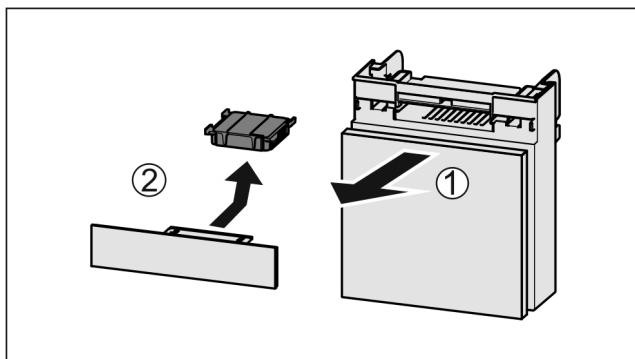

Fig. 66
- Extraire le compartiment par l'avant Fig. 66 (1).
- Sortir le filtre à charbon actif Fig. 66 (2).